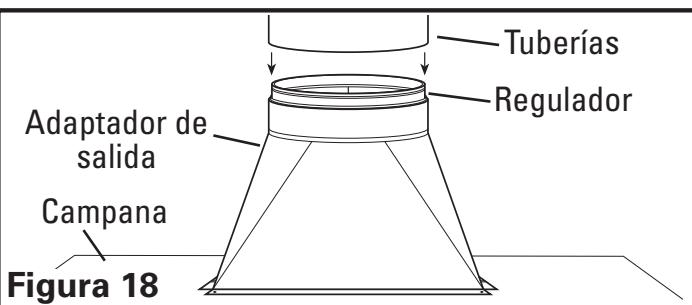

Figura 18
- Conecte las tuberías en el adaptador y regulador de salida. Asegure en el lugar usando cinta para sellar todas las juntas (**Figura 18**).